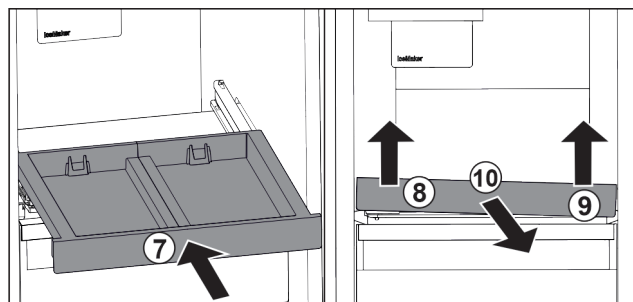

Fig. 86
- ▶ Vstavite izvlečno polico. Fig. 86 (7)
- ▶ Izvlečno polico dvignite naprej levo. Fig. 86 (8)
- ▶ Izvlečno polico dvignite naprej desno. Fig. 86 (9)
- ▶ Izvlečno polico odstranite v smeri naprej. Fig. 86 (10)